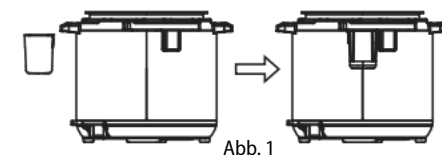

Abb. 1
2. Bereiten Sie den Kondensatbehälter (6) vor, siehe Abb. 1.